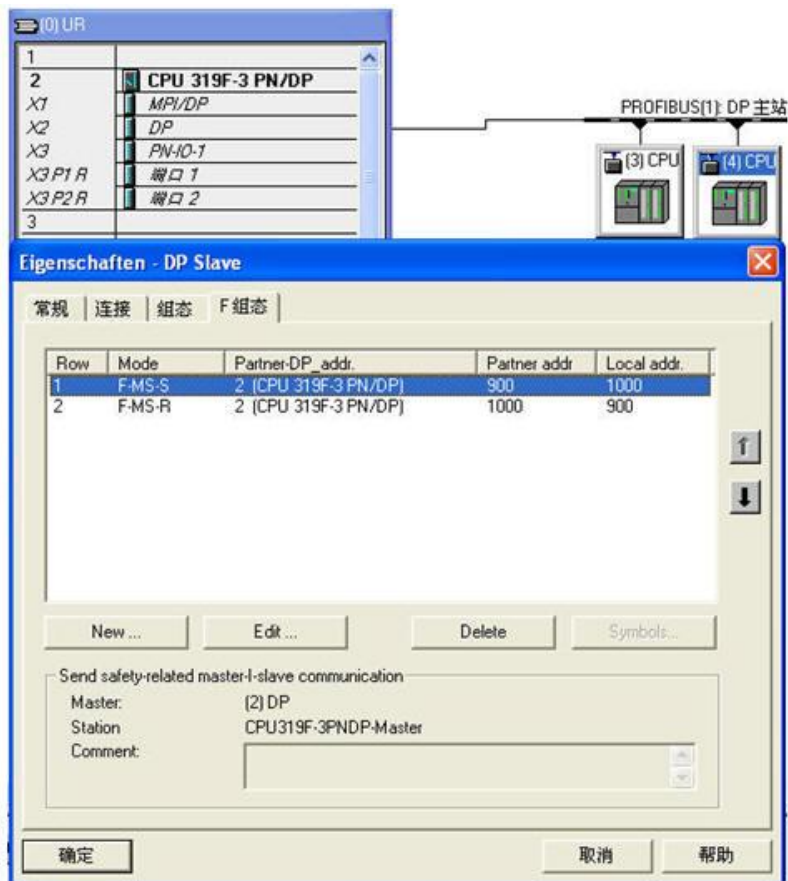

图 2-15 CPU317F 组态结果
15) 以同样方法组态 CPU317F，最终结果如图 2-15